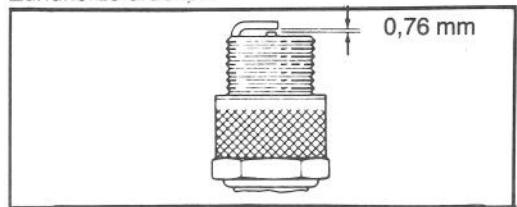

Abb. 13
3. ZÜNDKERZE MONTIEREN — Den Elektrodenabstand (Abb. 13) auf 0,76 mm einstellen. Die Kerze montieren und fest anziehen (Anzugsdrehmoment 20 Nm). Falls Sie keinen Drehmom-